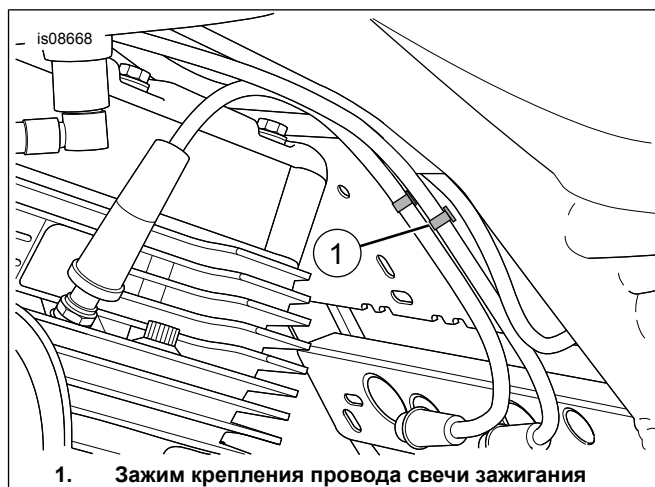

Рисунок 3. Зажим крепления провода свечи зажигания
4. См. Рисунок 3 . Снимите зажим крепления провода свечи зажигания (1).